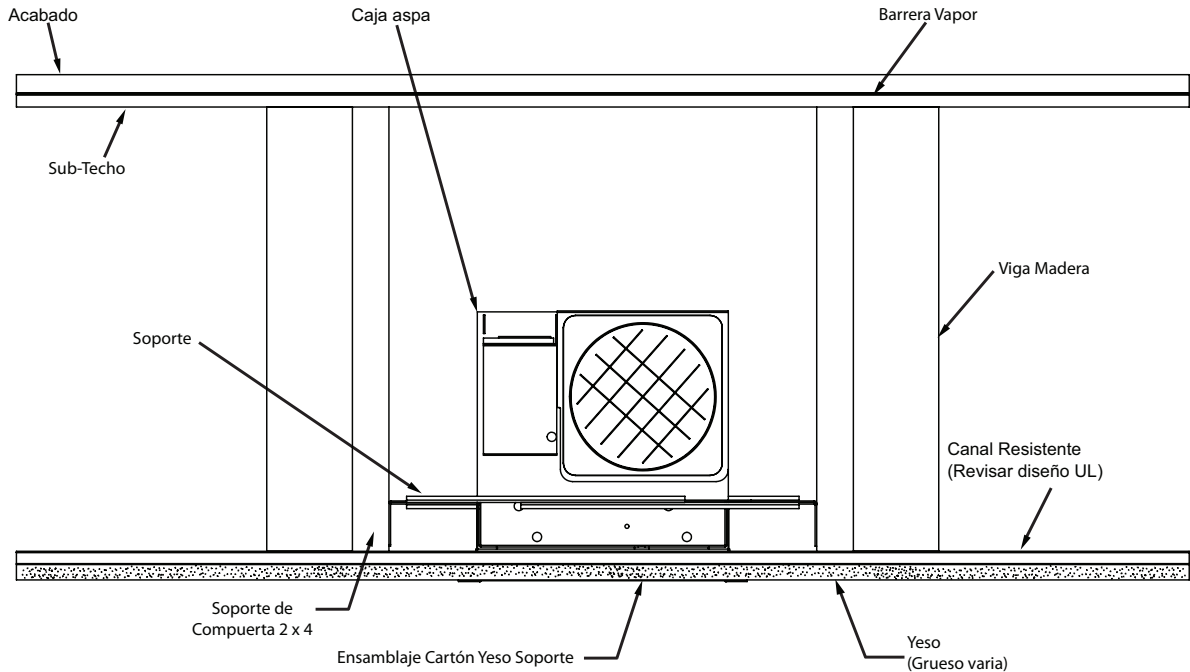
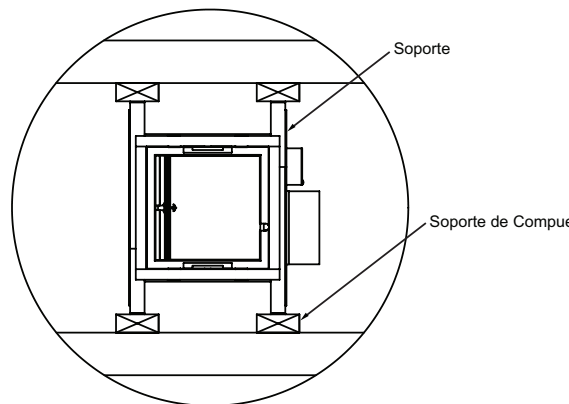

Figura 1
Figura 5
3. Antes de instalar la compuerta/aspa, deben ser instalados los soportes de las compuertas en el ensamblaje del techo (Ver figura 1 y figura 5). Deberán ser instalados 4 soportes de compuerta a partir de cortes a la altura de la viga de 2x4, ubicados alrededor de la ubicación de la compuerta/aspa. Los soportes de la compuerta deberán tener un espaciamiento de 11-9/16" (294) desde el centro. La parte inferior de los soportes de la compuerta deberán estar junto a la parte inferior de las vigas. Cada soporte de compuerta deberá estar sujeto a las vigas con tornillos de madera #8 de mínimo 2" (51) de largo en mínimo 2 lugares.